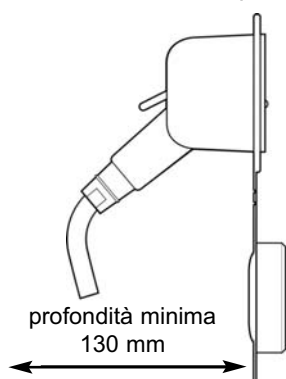

Fig 1 Posizione di montaggio tipica: supporto ad angolo
- Scegliere una posizione adatta, sopra la linea di galleggiamento e tagliare un foro con diametro di 82 mm. (Si vedano figure 1 e 2). Tenere presente: spessore minimo della superficie di montaggio: 3 mm; spessore massimo della superficie di montaggio 19 mm